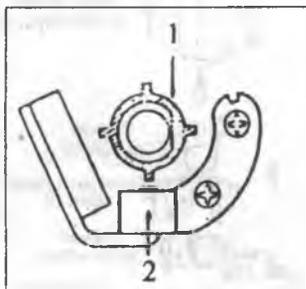

Рис. 168
(2). Снимите крышку распределителя, бегунок. Проверните коленчатый вал двигателя до совмещения зуба сигнал-ротора (1) с выступом сигнал-генератора (2) (Рис.168), с помощью щупа замерьте величину зазора между ними. Типовая величина воздушного зазора 0,2-0,4 мм. Для регулировки зазора ослабьте два фиксирующих винта, поверните сигнал-генератор в нужную сторону, затяните фиксирующие винты.